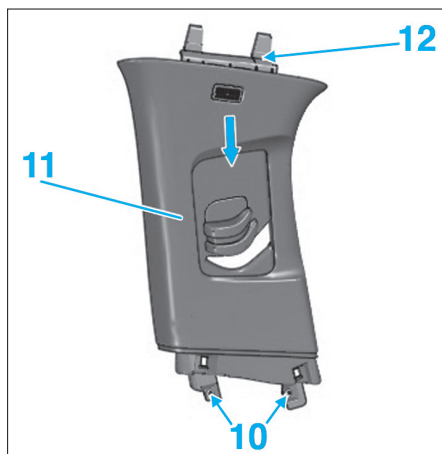

Fig. 25
- Déposer les vis (10) (Fig.25)
- Dégager, déposer la garniture supérieure de pied milieu (11) en (12) (suivant flèche).